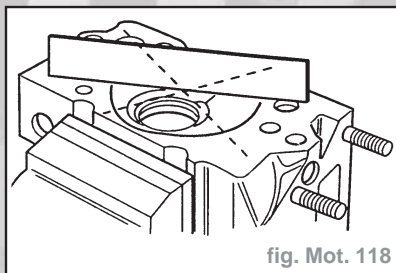

fig. Mot. 118
- Contrôler les déformations de la culasse en longueur et en largeur, de même que le retrait le long des diagonales, utiliser une règle de précision et des jauges d'épaisseur (fig. Mot. 118).